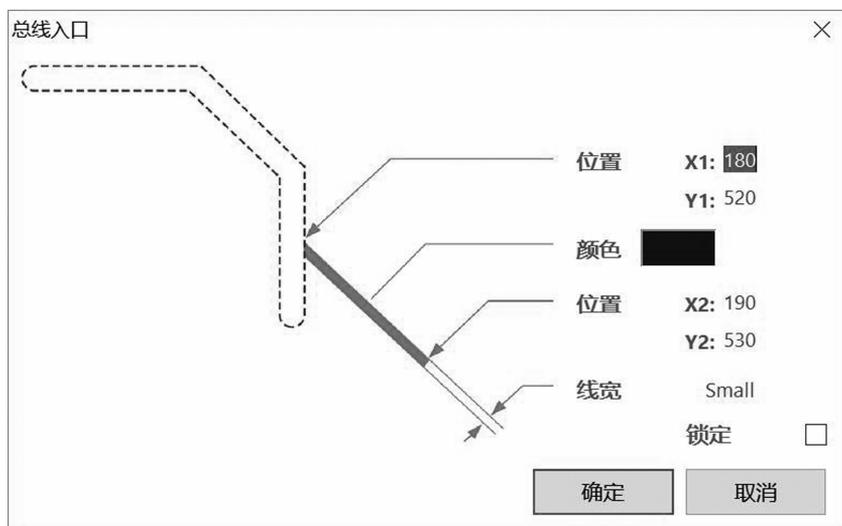

图 4-91 “总线入口”对话框
(2) 单击键盘上的 Tab 键，打开如图 4-91 所示的“总线入口”对话框。